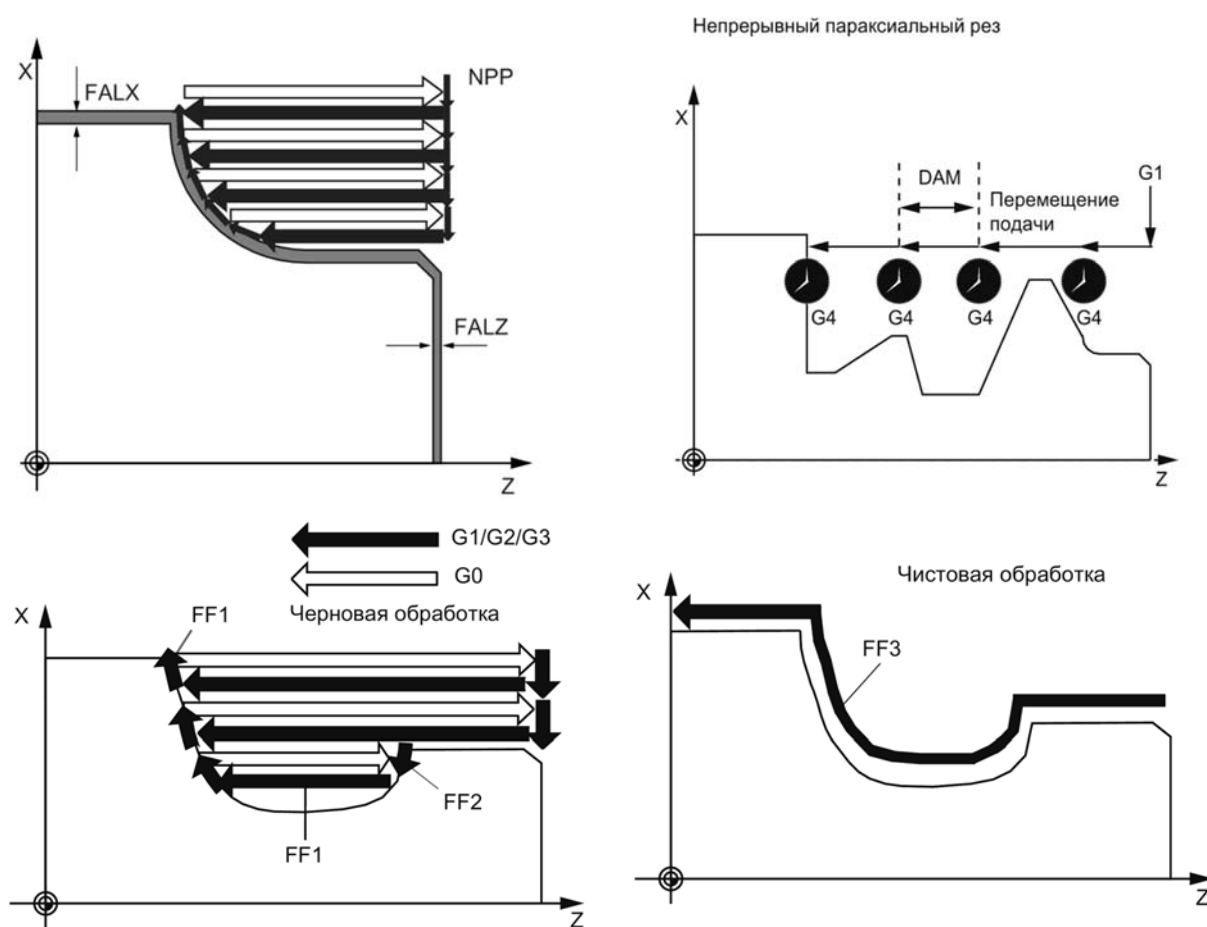

Рисунок 3.1 – Параметры цикла CYCLE95
**Обработка резанием с поднутрением – CYCLE95** (рисунок 3.1).